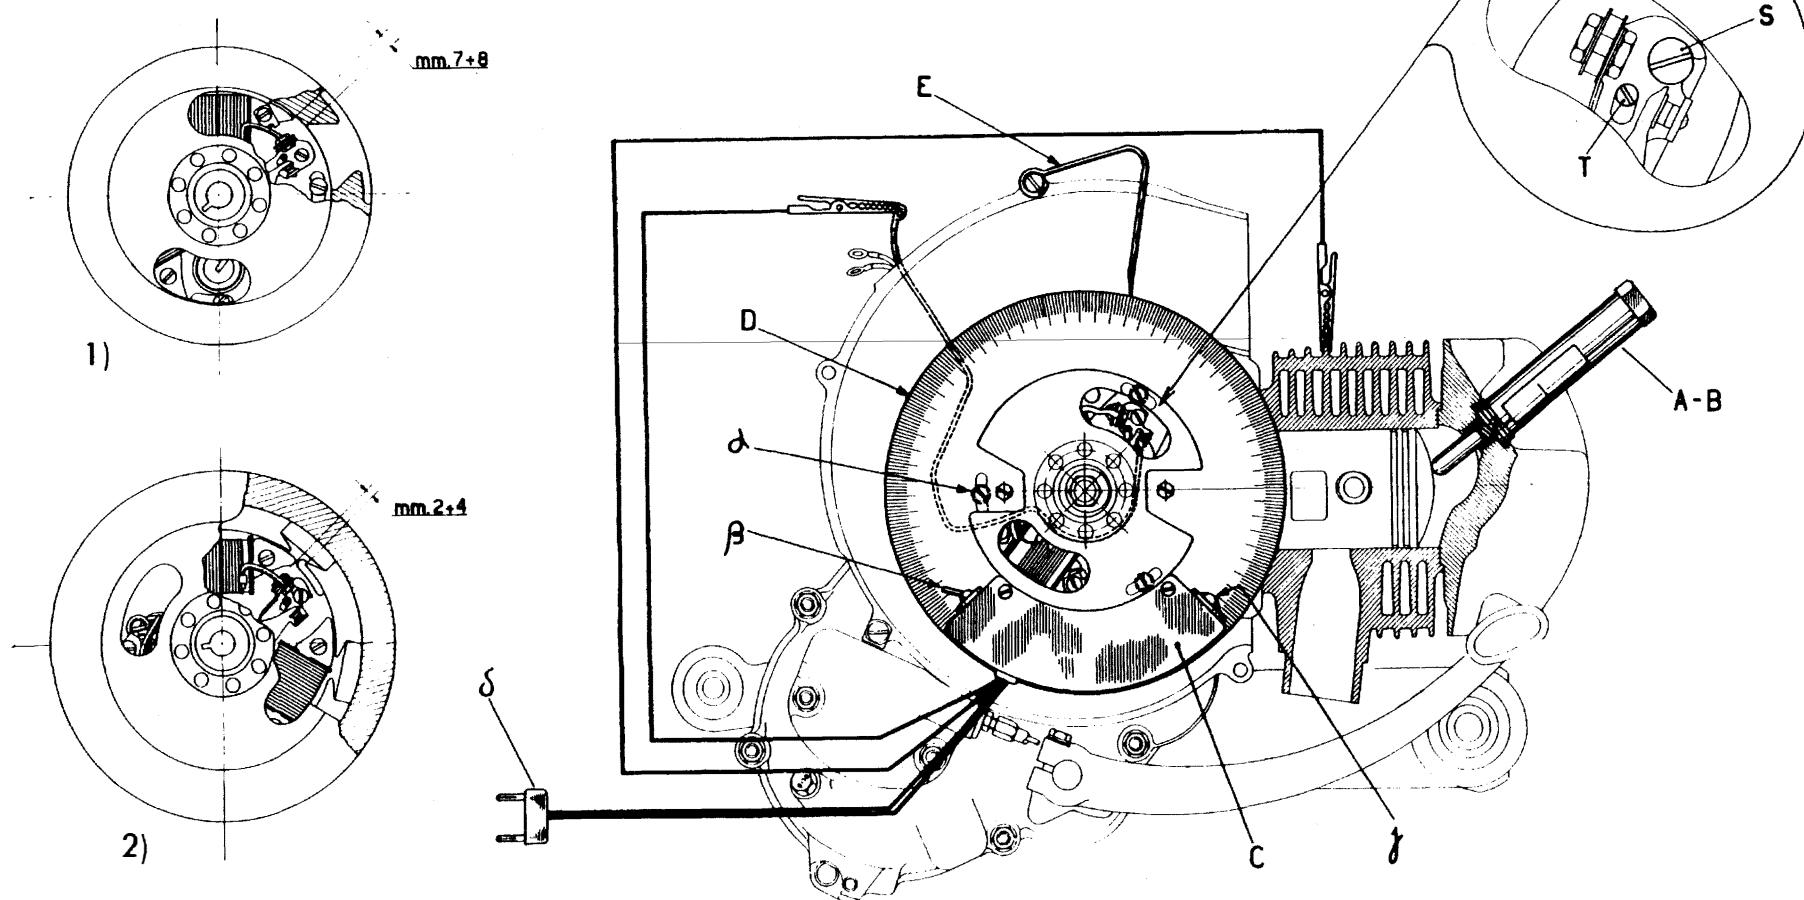

Fig. 72
- b) - Rotate the coil anchor plate so that the H. T. coil assumes the position indicated for the various types of flywheel magnetos in details 1) and 2) of fig. 72.
- 1) - Slacken the screws « α » (fig. 72) securing the stator to crankcase.
- 1) - Aflojar los tornillos « α » fig. 72 para fijación estator en el carter.
- 7) - Now operating through the cut - out on the rotor, shift the coil anchor plate so that the H. T. coil extremity is positioned relative to the pole shoe, illustrated for the various types of flywheel in the details 1) and 2) of fig. 72, according to the dimensions indicated in said details. Said operations is **not** to be carried out for the Vespa G. S. (battery ignition).
- 7) - Actuar a través de las aberturas del rotor, desplazar el soporte bobinas de manera que el extremo de la bobina A. T. diste de la expansión polar, ilustrada para los distintos tipos de volante en los detalles 1) y 2) de la fig. 72, de la medida indicada en dichos detalles. Esta operación **no** debe efectuarse para Vespa G. S. encendido por batería.
If on the contrary the required tolerances are obtained, shift the coil anchor plate as indicated as for point 7, between the field of timing (detail 1 and 2 of fig. 72); then act so that the contact breaker points starts to open on the point of the spark advance (screw « S »; cam « T ») and recheck the opening of the contact breaker points.
N. B. - For checking timing the apparatus T. 0023278 can be used; it is similar to the that T. 0027533 illustrated in fig. 72 but functions with a d. c. supply at 4 V.
En caso contrario desplazar el estator, como se indica en el punto 7, entre los límites de calaje (detalles 1 y 2 de la fig. 72); restablecer el inicio de la apertura de los platinos en el punto de avance al encendido (tornillo « S », excéntrica « T ») y verificar la apertura máx.
N. B. - Para el control del calaje, puede emplearse también el aparato T. 0023278, análogo al dib. T. 0027533 que se ilustra en la fig. 72, pero alimentado en c. c. con 4 V de tensión.